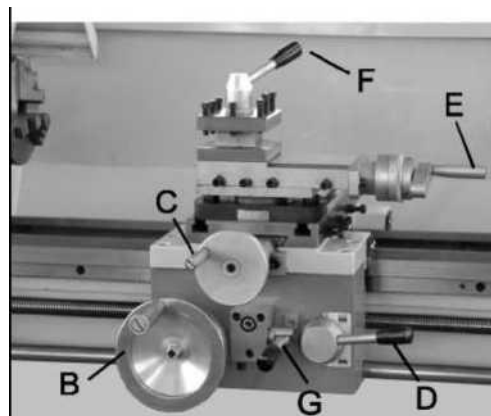

Рис. 15
11. Продольный ход (В, Рис. 15)
12. Маховик поперечного хода (С, Рис. 15)
13. Рычаг зацепления маточной гайки (D, Рис. 15)
14. Рычаг поперечного хода крестового суппорта (Е, Рис. 15)
15. Зажимной рычаг резцедержателя (F, Рис. 15)
16. Переключатель выбора оси подачи (G, Рис. 15)
Толкните рычаг (G, Рис.15) влево и вниз, чтобы включить поперечную подачу. Потяните рычаг вправо и вверх, чтобы включить продольную подачу.